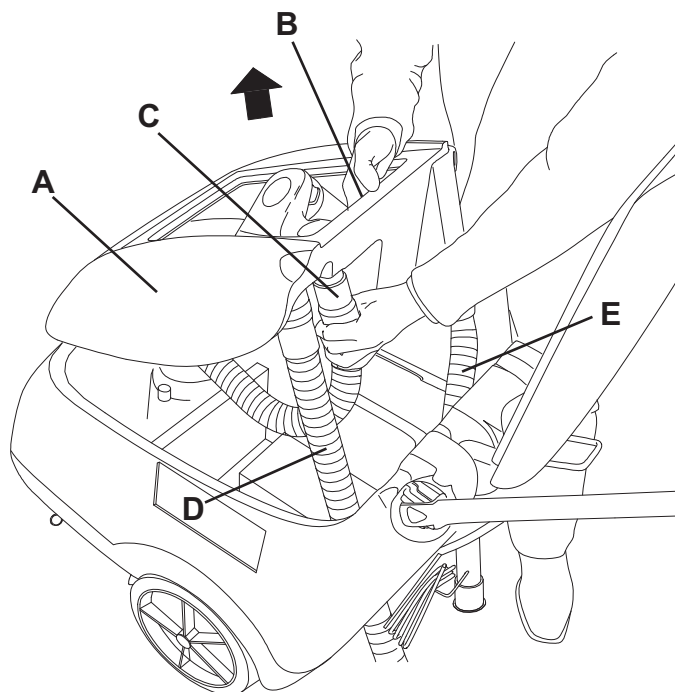

Рис. 3
1. Опорожните бачок с восстанавливающей водой (26), как показано в соответствующем разделе.
3. Убедитесь, что сетевой шнур (21) отсоединен от сети электропитания.
4. Отсоедините вакуумный шланг (22) от швабры (11).
5. Отсоедините спускной шланг восстанавливающей воды (16) от скобы (17).
6. Откройте крышку (6).
7. Захватите бачок с восстанавливающей водой (А, Рис. 3) в зоне (В) и слегка сплосните его.
8. Отсоедините вакуумный шланг (С) от бачка, затем снимите бачок (А) с шлангами (D) и (E).